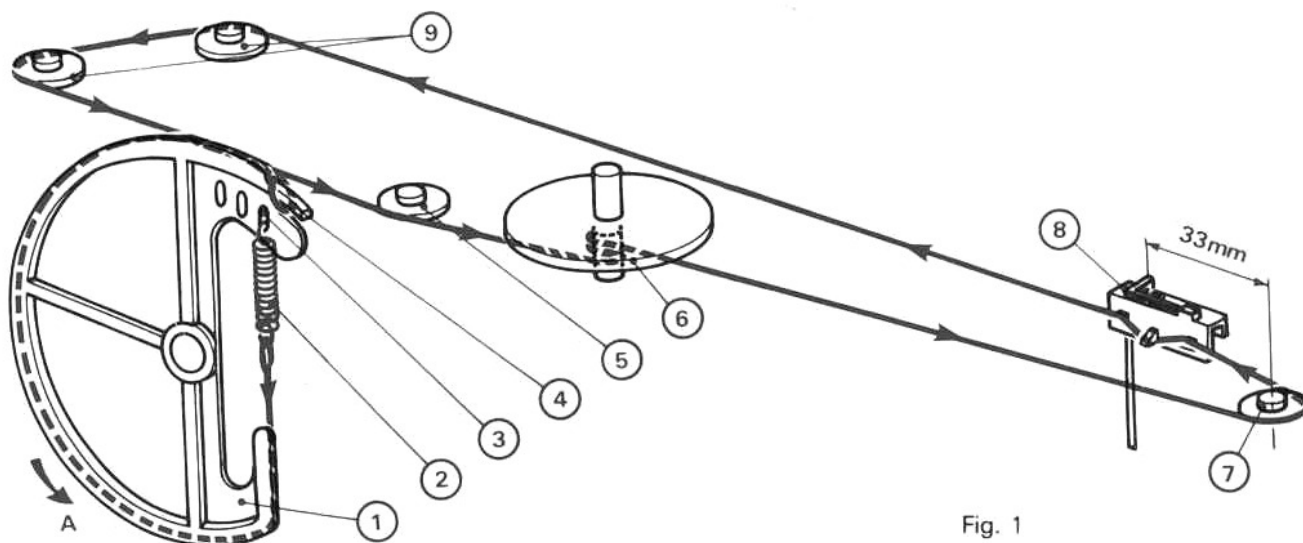

Fig. 1
3°) Tourner la poulie (1) dans le sens de la flèche A jusqu'en butée (Fig. 1).